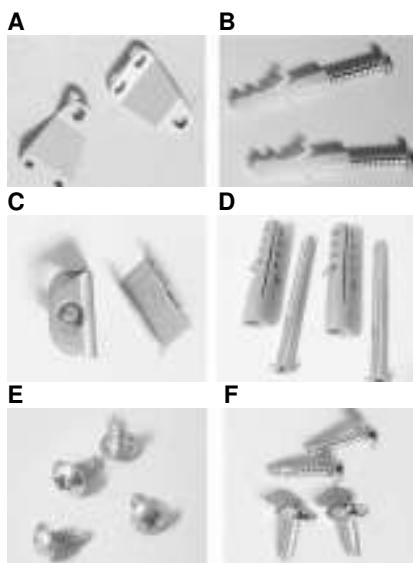

Рис. 3 Крепежный набор для настенного и напольного монтажа
5. В просверленные отверстия вставьте дюбели (D, Рис. 3) и закрепите скобы (C, Рис. 3) с помощью саморезов (D, Рис. 3).
6. К задней части нижней конвектора прикрепите одну или две (в зависимости от модели) скобы (A, Рис. 3) с помощью двух саморезов (E, Рис. 3) на каждую скобу.
7. Подвесьте конвектор на две скобы (C, Рис. 3) на стене.
8. Когда конвектор расположен на стене, поставьте метку для крепления двух или одной, в зависимости от модели, скоб (A, Рис. 3).
10. Подвесьте конвектор на две скобы (C, Рис. 3) на стене и закрепите нижние скобы (A, Рис. 3) с помощью саморезов (B, Рис. 3).
2. Прикрутите две опоры с шасси к нижней задней части нагревателя четырьмя прилагаемыми винтами (F, Рис. 3), по 2 винта на каждую опору (Рис. 4).